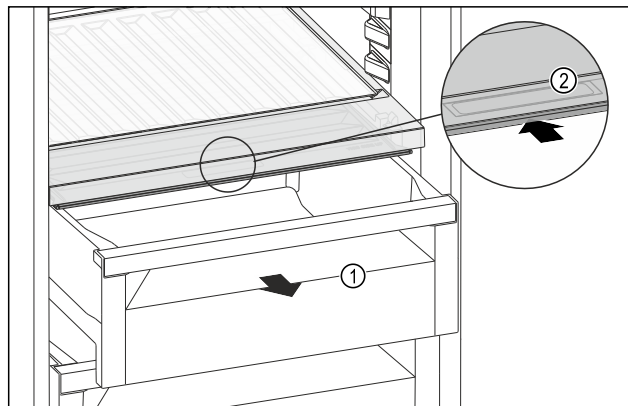

Fig. 134
- ▶ Извлеките выдвижной ящик Fig. 134 (1).
- ▶ Возьмитесь за утопленную ручку Fig. 134 (2) на крышке отделения и одновременно введите крышку отделения назад.